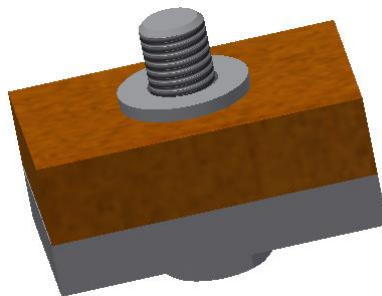

Рис. 3.54. Совмещение осей
9. Нажмите на кнопку «Вставка»  для совмещения осей шайбы и болта (рис. 3.54), а затем кнопку «Применить» для завершения размещения.